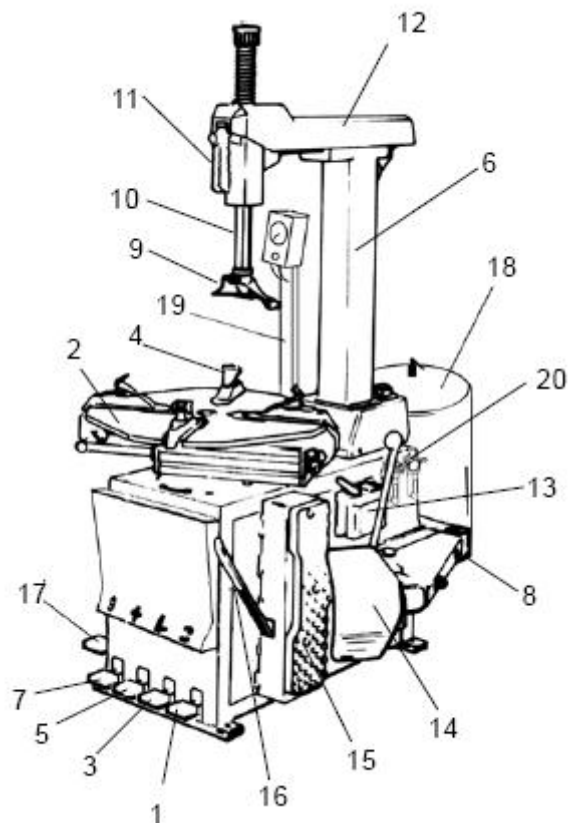
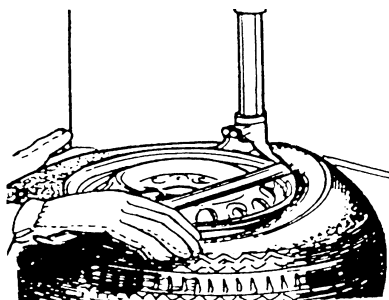
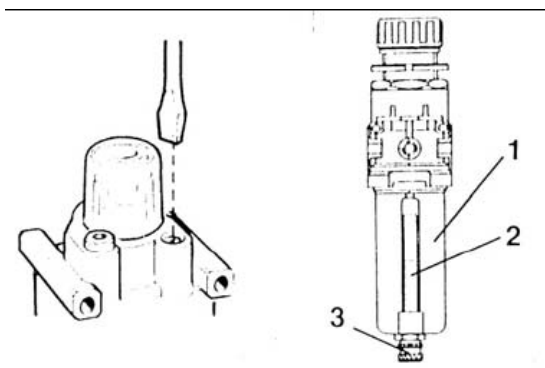

Рис.2
Рис.7
Рис.10
Перед использованием шиномонтажного станка рекомендуется ознакомиться с основными компонентами механизма. См. рис.2.
- 1) Нажмите реверсивную педаль (1, рис.2) вниз, стол начнет вращение по часовой стрелке. Поднимите педаль и стол будет вращаться против часовой стрелки.
- 2) Вручную раскройте рукоятку разбортирования (8, рис.2) и нажмите педаль разбортирования (7, рис.2). Рукоятка разбортирования закроется. Когда педаль освобождена, она должна вернуться на свое исходное положение.
- 3) Нажмите на педаль зажима кулачка (3, рис.2), чтобы открыть 4 кулачка. Когда педаль будет нажата еще раз, 4 кулачка закроются.
- 4) Нажмите на педаль наклона стойки (7, рис.2), вертикальная стойка отклонится назад, заняв нерабочее положение, и затем снова вернувшись в рабочую позицию.
- 7) Проверьте, чтобы масло капало в стеклянную чашку лубрикатора после каждых 2-3 движений ножных педалей (3 или 7, рис.2). Подачу масла можно отрегулировать с помощью вентиля настройки лубрикатора (см.рис.10)
- 3) Нажмите педаль наклона стойки (5, рис.2), стойка отклонится назад на нерабочее положение.
- 4) Установите колесо на монтажный стол (3, рис.2) и закрепите его, нажав педаль фиксации
- 8) Удерживая рычаг (рис.7), вращайте стол по часовой стрелке, полностью отжав реверсивную педаль (1, рис.2), пока шина полностью не отделится от обода.
- 4) Нажмите педаль наклона стойки (5, рис.2) и вертикальная рукоятка будет в нерабочей позиции.
- 5) Минимум 1 раз в месяц проверяйте уровень масла в масляном бачке. При необходимости долейте масло SAE30. Убедитесь также, что после 3-4 нажатий на педаль отжима крышки в бачок поступает 1 капля масла. При необходимости отрегулируйте при помощи регулировочного винта поток масла (см.рис.10).
- 8) Для наилучшей работы устройства накачивания проверьте уровень воды в устройстве подачи воздуха (рис.10). Уровень не должен выходить за красную границу. При необходимости, слейте воду, повернув стопорное колесо (3, рис.10) по часовой стрелке.